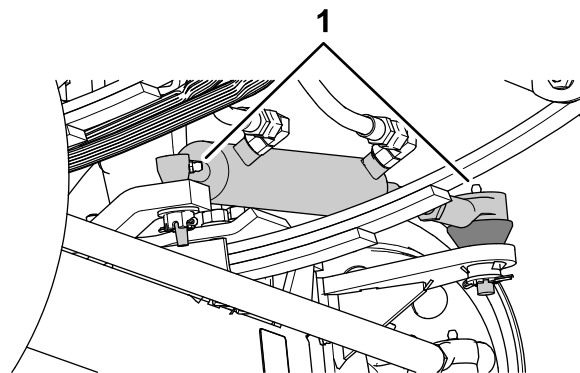
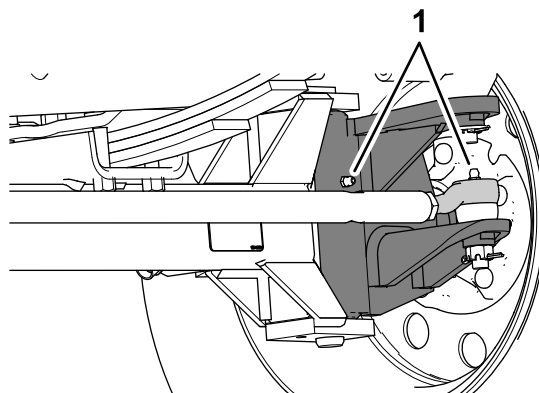

図 103
図 104
1. グリスフィッティングをウェスできれいに拭く 図 103 と 図 104。
2. グリスフィッティングにグリスを注入する 図 103 と 図 104。
注 グリスアップ箇所を 図 103 に示します。